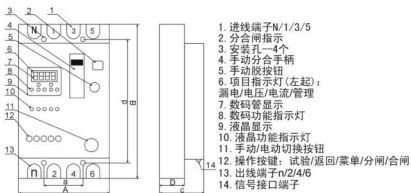

图1
6、面板功能和外形、安装尺寸（见图1、表5，以实际产品为准）